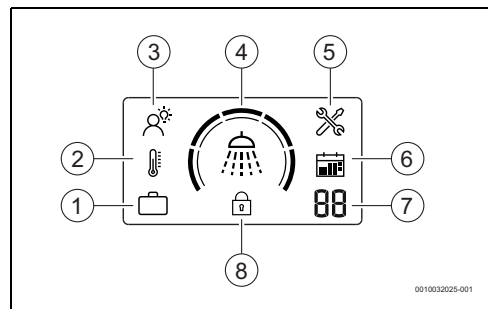

fig. 5 Montimi i pulit me ekran
- ▶ Shtypni tastin  derisa modaliteti SMART të shfaqet në ekran (→ Fig. 5 [3]). Është zgjedhur modaliteti i punës SMART.
- ▶ Shtypni tastin  derisa në ekran të shfaqet modaliteti Manual (→ Fig. 5 [2]). Është zgjedhur modaliteti manual i punës.
- ▶ Shtypni tastin  derisa në ekran të shfaqet modaliteti Vacation (→ Fig. 5 [1]). Është zgjedhur modaliteti i punës Vacation.
- ▶ Shtypni tastin  për të caktuar numrin e dëshiruar të ditëve të pushimit (→ Fig. 5 [7]). Numri i zgjedhur pulson 3 herë për të konfirmuar zgjedhjen.
Ky funksion e kyç panelin e kontrollit (→ Fig. 5 [8]).